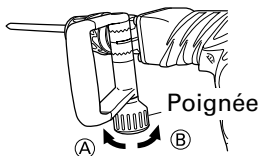

Fig. 5
- (1) Desserrer la poignée en tournant la saisie dans le sens de Ⓐ comme indiqué à la Fig. 5.